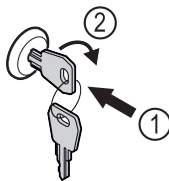

Fig. 158
- ▶ Uvucite ključ. Fig. 158 (1)
- ▶ Okrenite ključ za 90° nadesno. Fig. 158 (2)